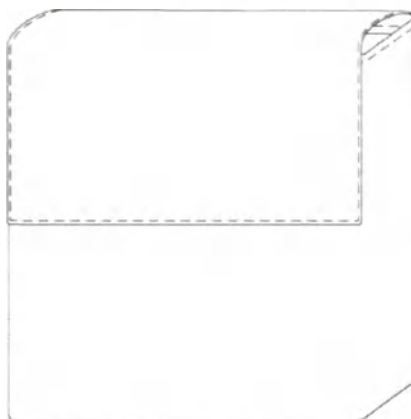

Рис.10
2.2.1.8. Чехол (рис.10) предназначен для переноски и хранения пульсоксиметра.